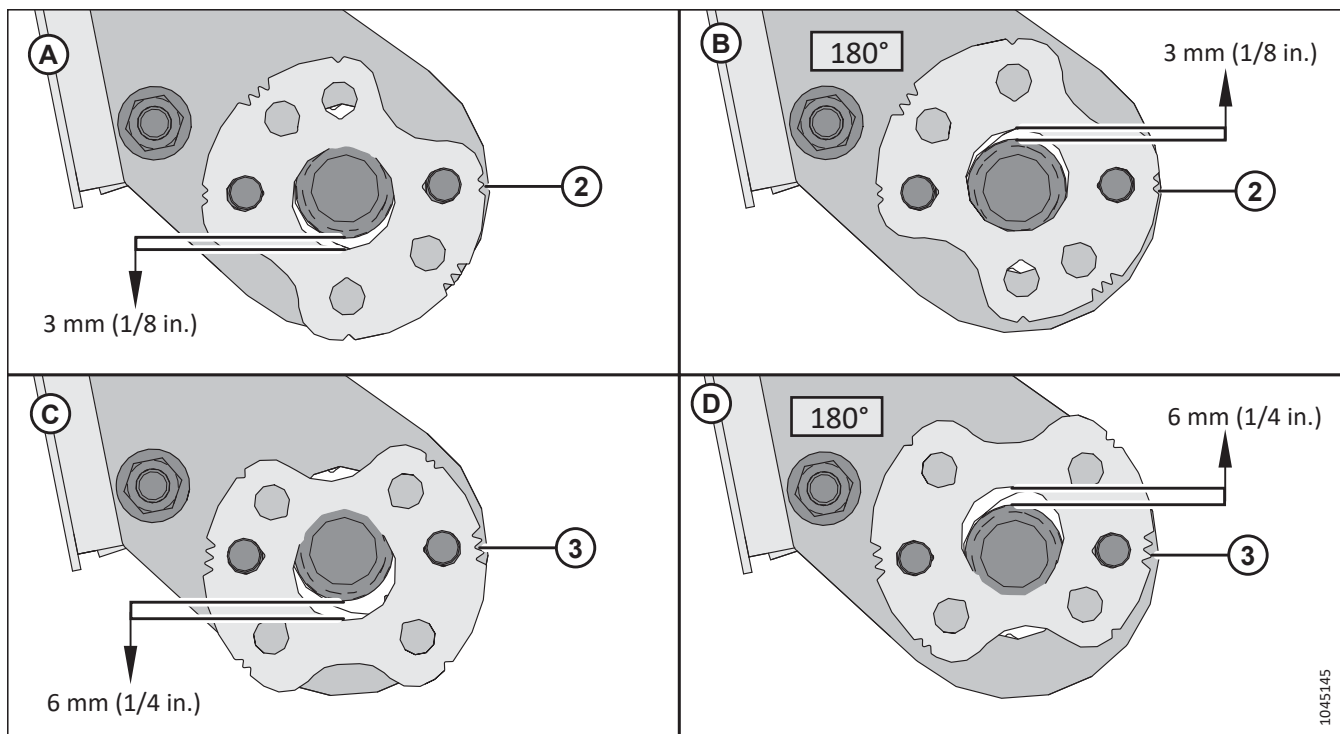

Рисунок 3.195: Положение регулировочных пластин CR11
10. **Комбайны CR11:** Если требуется регулировка, запомните положение стопорных штифтов относительно центрального отверстия регулировочных пластин, отверните гайки (С) и измените положение регулировочных пластин (А) по необходимости. См. рис. 3.195, страница 138.